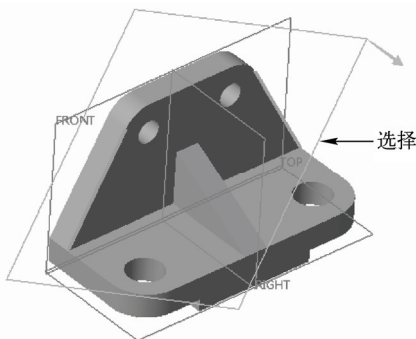

图 5-10 选择两条直线
STEP 02 在功能区选项板的“模型”选项卡中，单击“基准”面板中的“平面”按钮，弹出“基准平面”对话框，按住〈Ctrl〉键的同时依次选择两条直线，如图 5-10 所示。